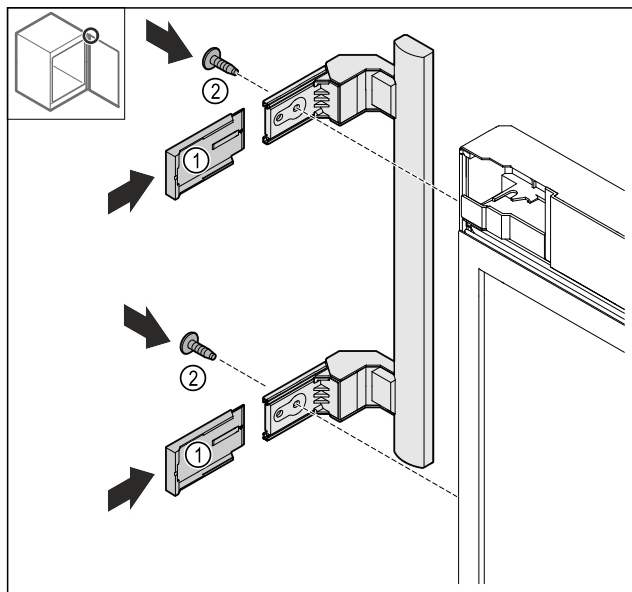

Fig. 25
- ▶ Nataknite poklopce Fig. 25 (1).